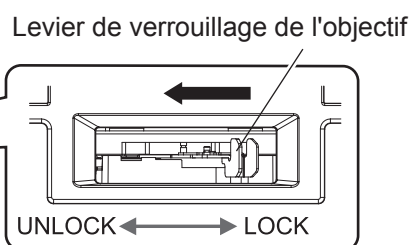

Fig. 4
3) Tout en maintenant l'objectif de projection, pincez le levier de verrouillage de l'objectif et tournez-le vers le côté Unlock. (Fig. 4)